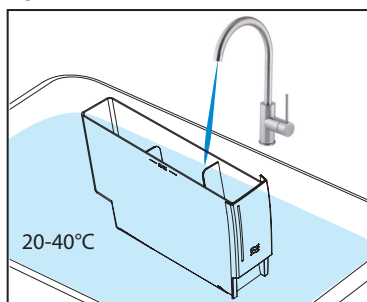

Fig.3
3. Banlawan nang maigi ang tangke ng tubig gamit ang malinis na tubig, 20-40 °C. (Tingnan ang Fig.3)